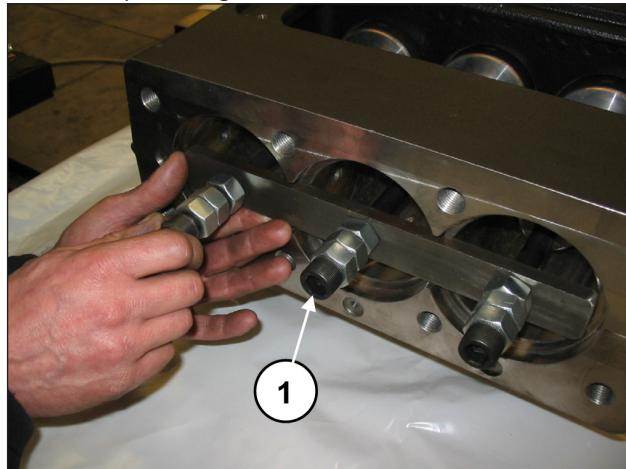

Fig. 38
Avance as semi-hastes na direção da parte hidráulica e bloquee-as, mediante o uso da ferramenta adequada (cód. 27566200) (pos. ①, Fig. 38).